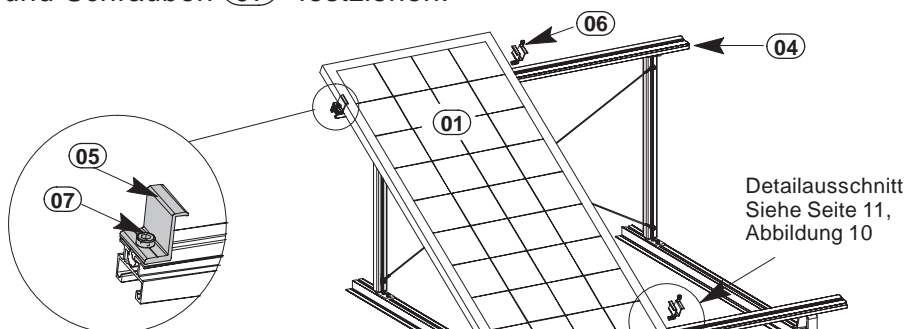

Abbildung 9: Befestigung des außen liegenden PV-Moduls
2.) PV-Modul auf die Basisprofile/PV-Modulhalter auflegen und bis in die End-Klemmhalter (05) - gemäß Abbildung 9 - einschieben.
3.) PV-Modul ausrichten und Schrauben (07) festziehen.